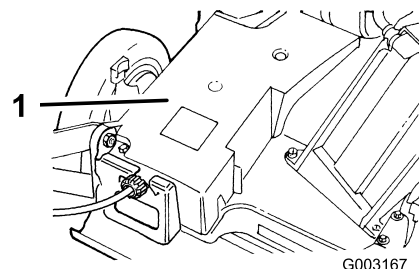

Figura 40
2. Retire los pernos que sujetan la cubierta de la correa (Figura 40) a la carcasa de la máquina.